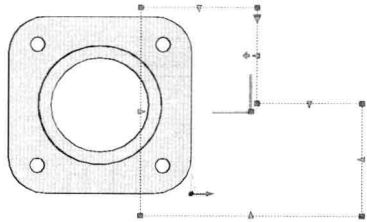

图 9-3-14
(13) 单击并移动箭头夹点 ，修改截面对象如图 9-3-14 所示。